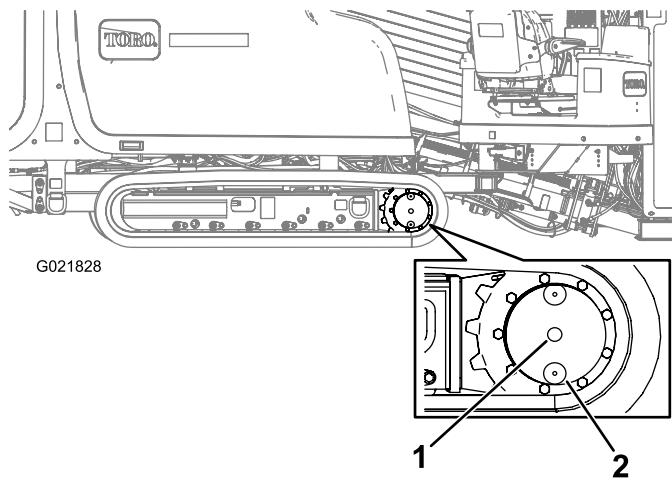

Bild 100
2. Reinigen Sie den Bereich um die Ölstandschaft mit einem Reinigungsmittel (Bild 100).
3. Entfernen Sie die Ölstandschaft (Bild 100).
2. Reinigen Sie den Bereich um die Ölstandschaft (Bild 100).
3. Drehen Sie das Planetengetriebe, bis sich die Ölabblassschraube genau unter der Ölstandschaft befindet (Bild 100).